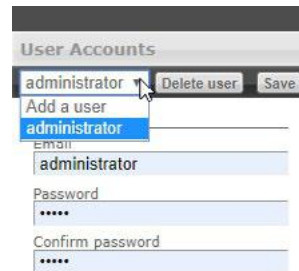

Figura 04: Agregar un usuario
1. Haga clic en el menú desplegable que dice **administrador** y elija la opción **Agregar un usuario** (Figura 04).